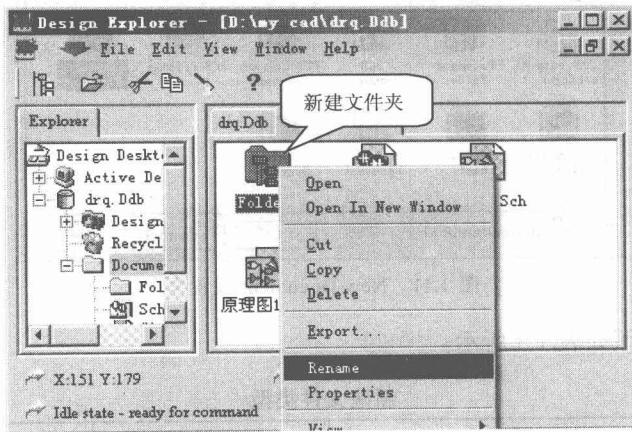

图 1.13 文件更名 2
(2) 对已有的文件更名时可将光标移到要更名的文件或文件夹图标上，单击鼠标右键，在弹出的快捷菜单中选择 Rename 命令，输入新的文件名即可，如图 1.13 所示。